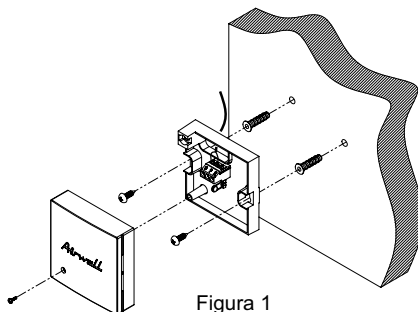

Figura 1
1. Instale la caja del termostato en la pared conforme a las preferencias de ubicación arriba indicadas. (Véase figura 1).